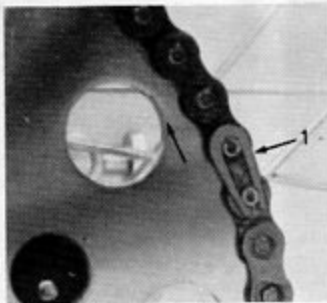

Fig. 25 - 1) Giunto catena
- Mediante una pinza rimuovere il giunto catena (Fig. 25) e sfilarla.
- Pulire la catena con del petrolio. Rimontare la catena e inserire il giunto nel senso indicato in Fig. 25.